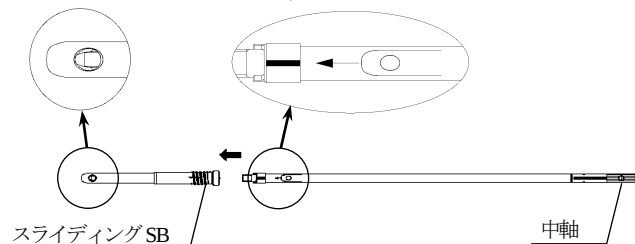

図8
ステップリーマーのリーミングにて読み取った長さのインプラントを選択し、フランジ型SBの挿入手順1)と同様にインプラントとアウトガイドインサータII (L) を組み付け、中軸を締め付けて確実に固定します。(図8)